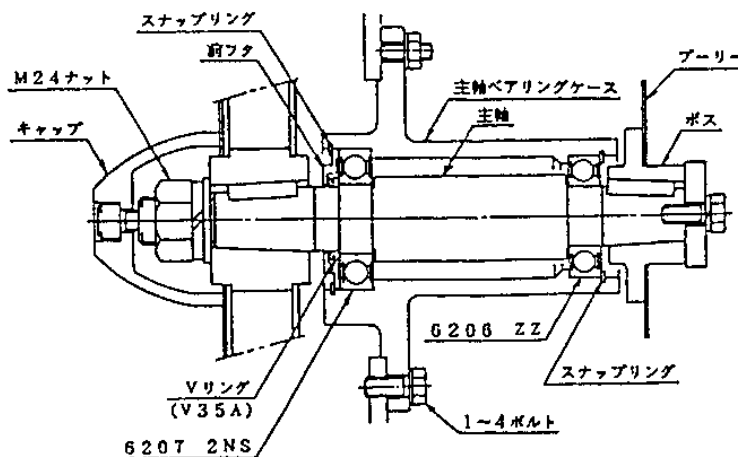

図 9-10
- ・ 両側のスナップリングを取り外し、ベアリング押さえ板を取り、木の上などに主軸の軸端を突くように落とせば抜くことができます。(図 9-10)